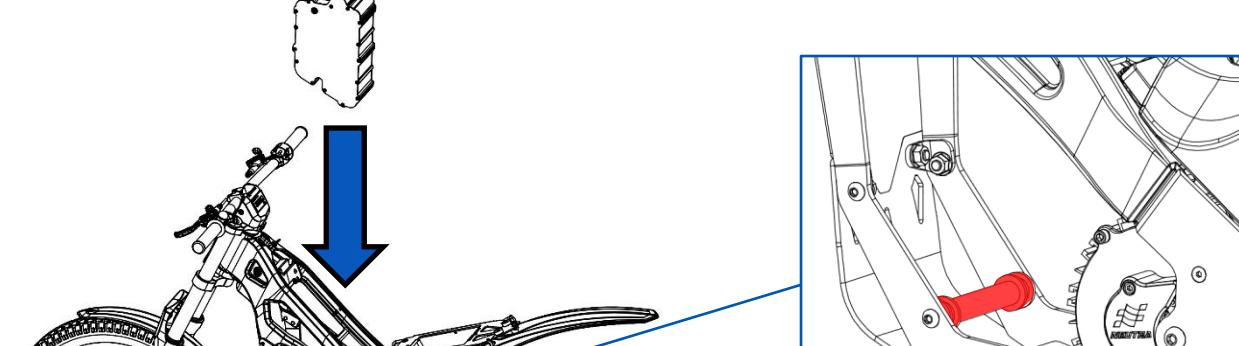

Fig. 45
- 3- Debe deslizar la batería introduciéndola en el interior de la motocicleta (Fig. 45). Debe asegurarse de posicionar correctamente el encaje de la batería con la barra de anclaje del chasis (en la imagen marcada en rojo).